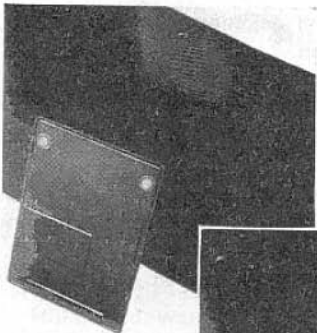
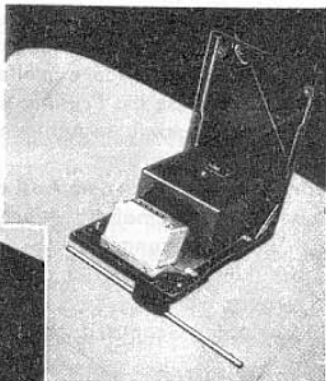

Bild 8:
Bild 9:
- b. Die beiden rot gekennzeichneten Schrauben auf der Außenseite des Gehäusedeckels aufschrauben (Bild 8). Deckel klappt in seinem Scharnier nach unten auf (Bild 9).
- sowie der Gehäusedeckel zu schließen (Bild 8).